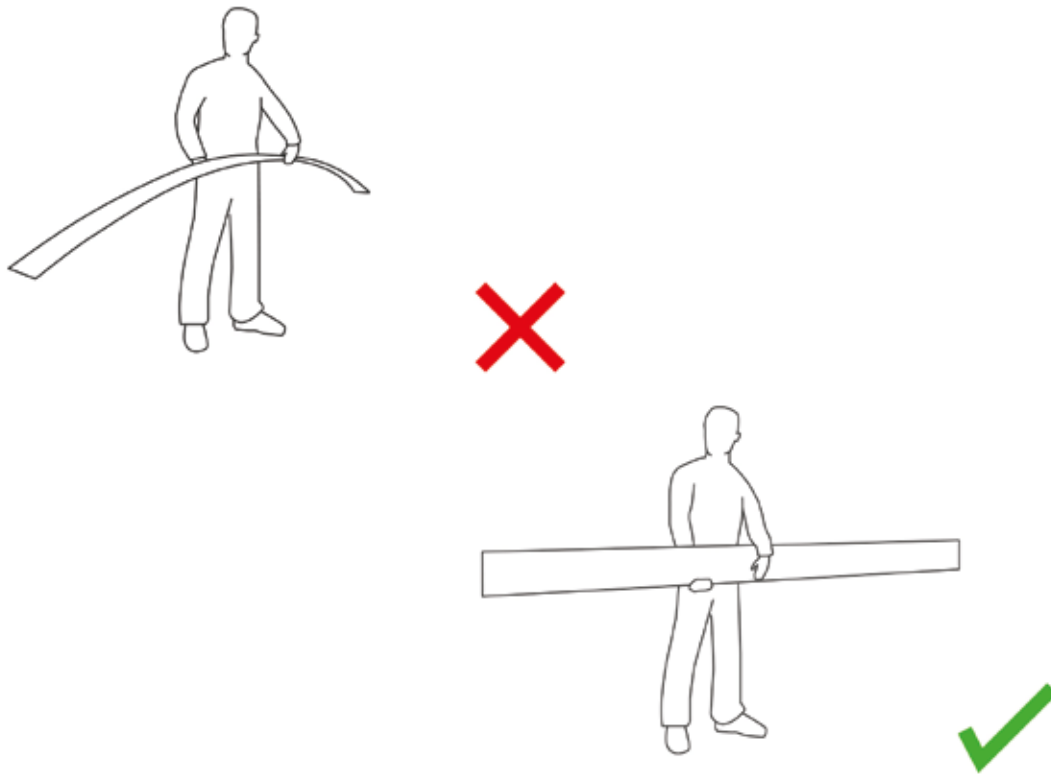

fig. 8 – Bär plankorna i mitten och på högkant. Använd handskar.
- När plankorna bärs rekommenderas du att använd handskar. Vänd plankorna på sidan/ håll i kanten (se fig. 8)